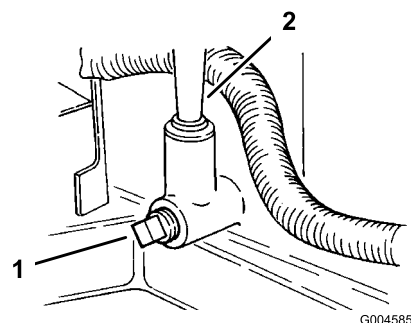

Bild 22
9. Stellen Sie eine Auffangschale unter den Ölpeilstab/den Einfüllstutzen und entfernen die Ablassschraube (Bild 22).